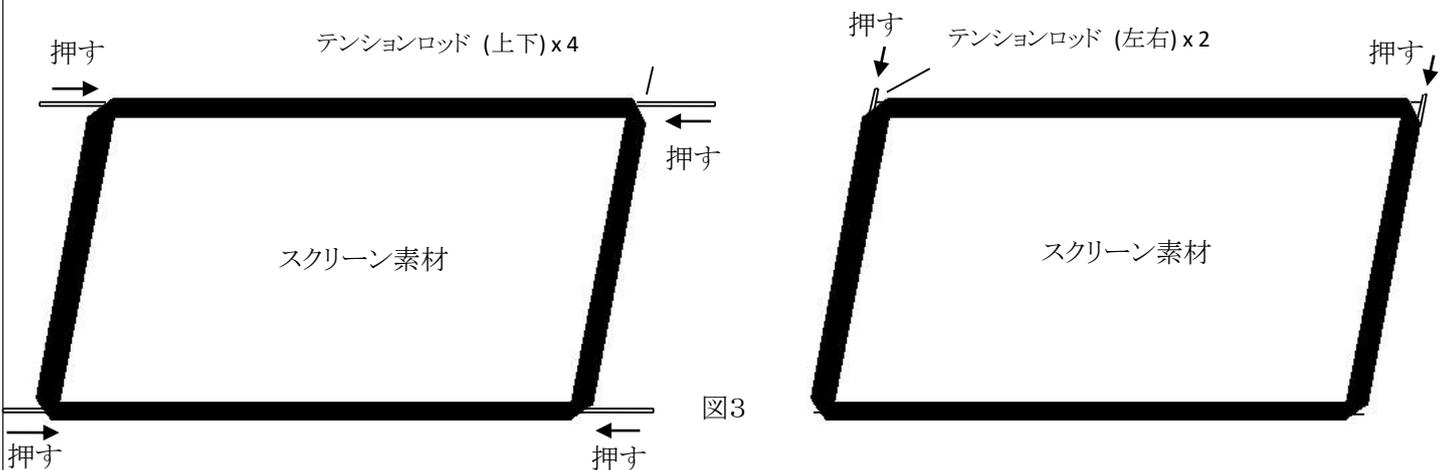

図3
1. スクリーン素材およびフレームを、清潔で乾燥した、凹凸のない場所に置いてください。テンションロッドをスクリーン素材の袖部分に差し込みます。(図3)